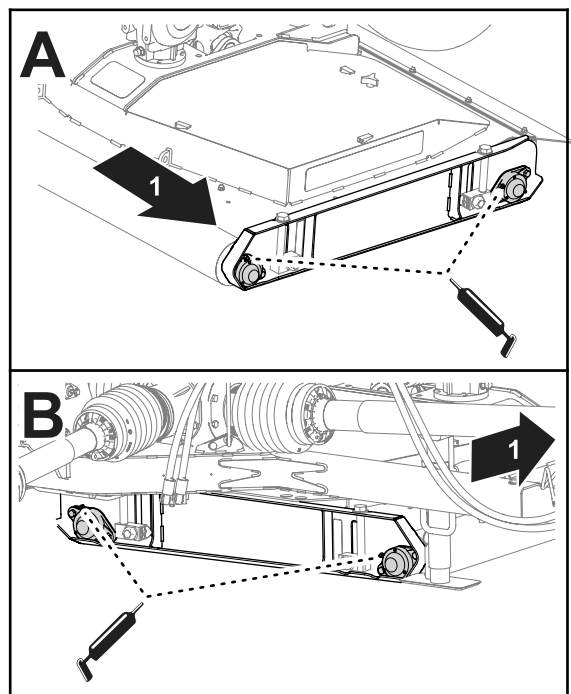

Figura 56
1. Aplique grasa del tipo especificado a los cojinetes de los rodillos de la carcasa en el lado izquierdo de la carcasa (Figura 56).
2. Engrase los cojinetes de los rodillos de la carcasa en el lado derecho de la carcasa (Figura 56).